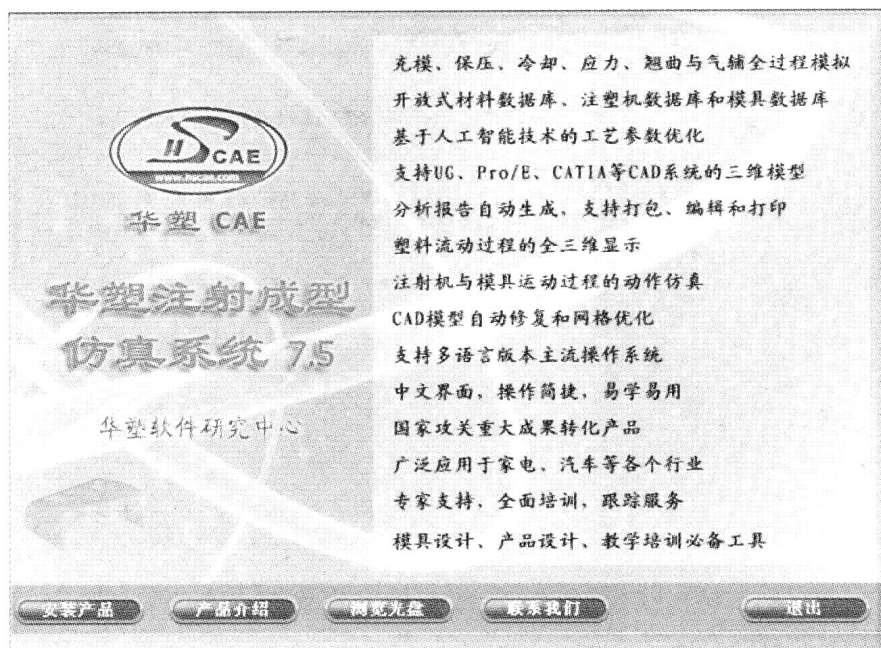
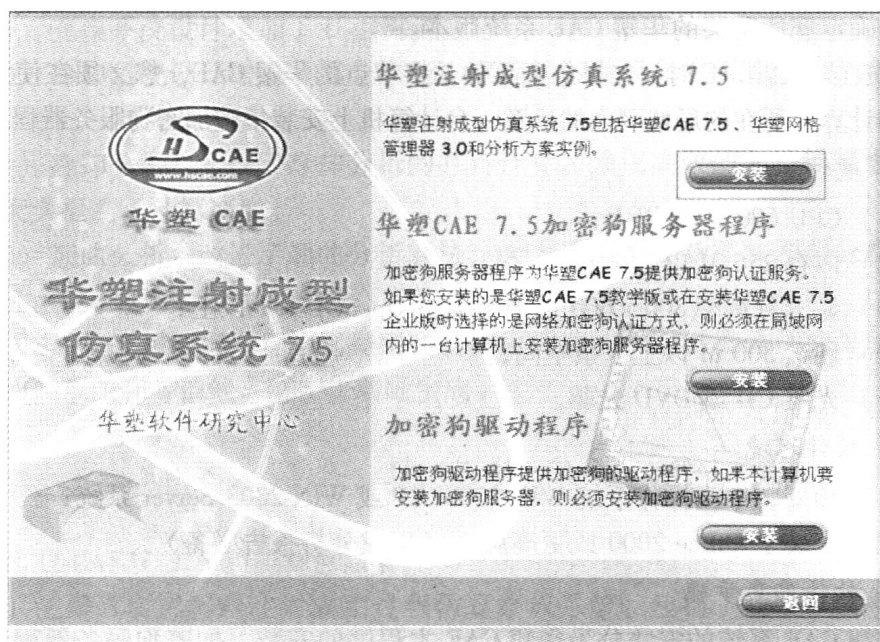

图 1-1 欢迎界面
图 1-2 安装产品界面
- (1) 将华塑 CAE 系统安装光盘插入光驱后,将出现如图 1-1 所示的欢迎界面。
- (2) 选择图 1-1 中的“安装产品”后,出现如图 1-2 所示的界面,在“华塑注射成型仿真系统 7.5”项下单击“安装”按钮。
注意：如果图 1-1 中的欢迎界面没有出现，您可以打开光盘，双击 auto-run.exe 运行该程序。